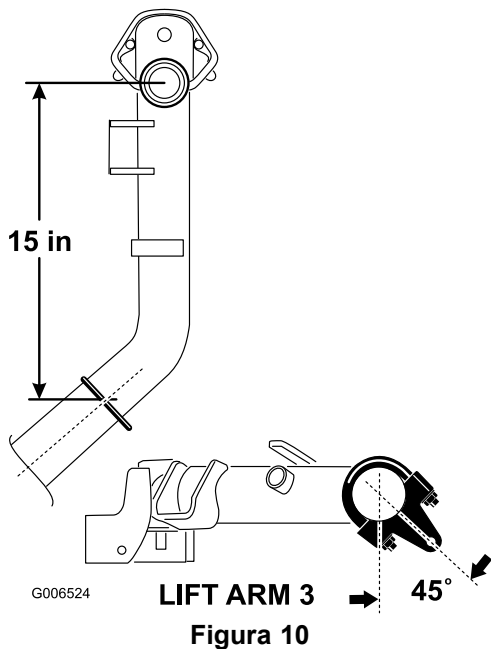

Figura 10
- Sui bracci di sollevamento n° 2 e n° 3, posizionate le staffe e i bulloni a U a una distanza di 38 mm dietro la linea centrale dello snodo di articolazione (Figura 10). Ruotate le staffe di 45 gradi verso il lato esterno della macchina.